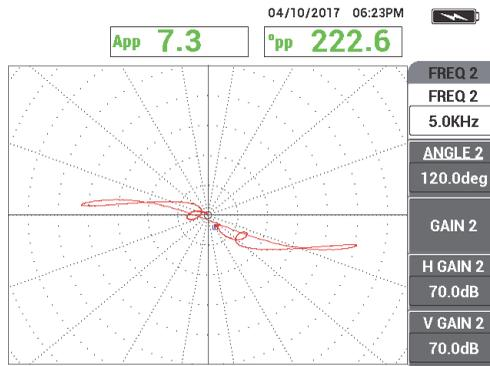

図 5-165 サポートリングの周波数 2 スキャン信号
5. 満足できる信号を入手したら、フリーズキーを押し (✳) 信号の取得を有効にします (247 ページの図 5-165 参照)。